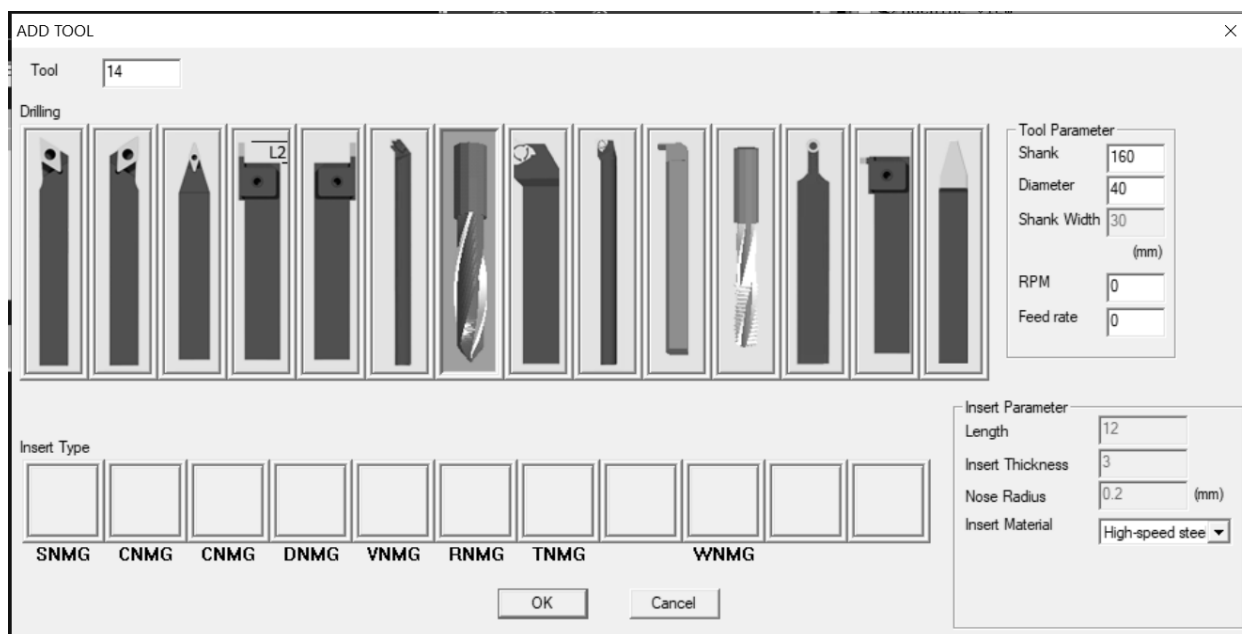
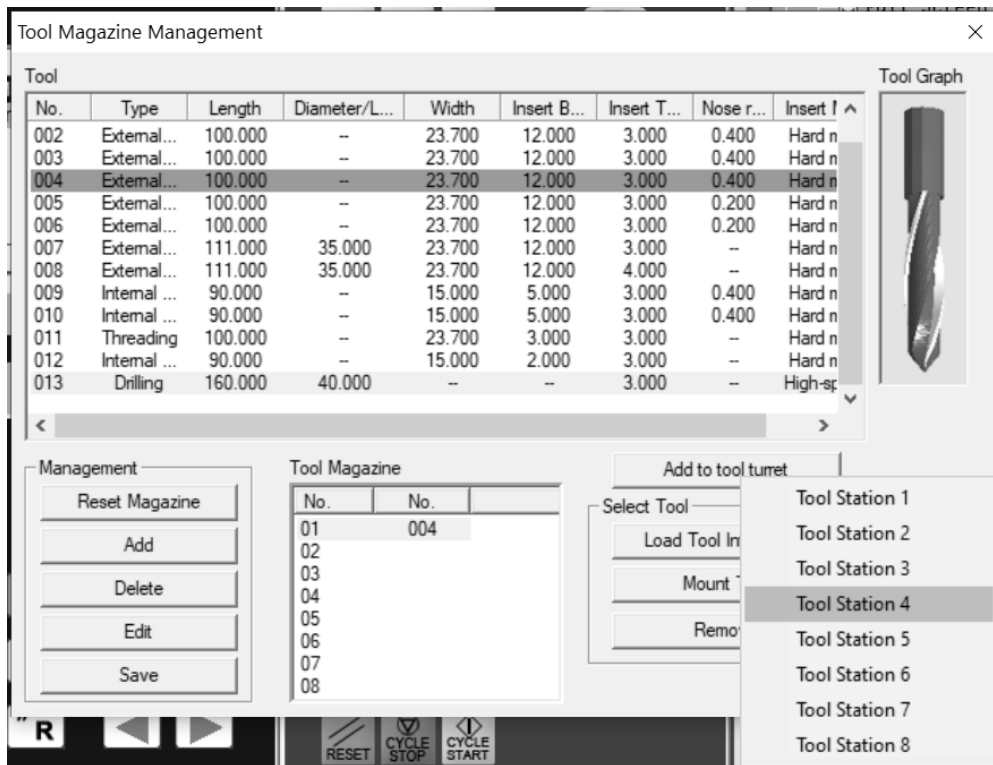

Рисунок 2.8 – Добавление сверла в инструментальную базу данных
Рисунок 2.9 – Загрузка сверла в позицию T4 револьверной головки
3.6 Добавить сверло (диаметр 40 мм) в инструментальную базу данных (рисунок 2.8); выбрать для позиции T4 добавленное сверло и загрузить инструмент в револьверную головку (рисунок 2.9).
При необходимости произвести удаление инструментов из меню «Tool compensation data» (см. рисунок 2.8) и создать новые инструменты.